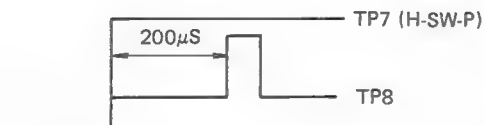

Abbildung 43
3. Auf dem Oszillographen (+) synchronisierte Steigung wählen und R753 so einstellen, daß die in Abbildung 43 gezeigte Anforderung erfüllt wird.